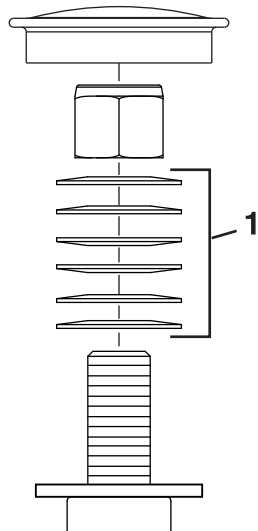

図 50
3. キャスタからダストキャップを外してロックナットを締め付ける 図 50。
4. スプリングワッシャが平たくつぶれるまでロックナットを締め付け、その位置から 1/4 回転もどすと、ベアリングに対して適切な予負荷がかかる 図 50。
重要スプリングワッシャが図 50のように正しく取り付けられていることを確認してください。
5. ダストキャップを取り付ける 図 50。